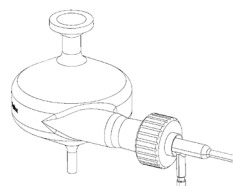

Figure 2. Installation du nébuliseur
- 2 Insérez complètement le nébuliseur dans l'adaptateur à contrôle de couple et fixez-le en place en tournant doucement l'adaptateur de nébuliseur dans le sens horaire jusqu'à ce que vous entendiez un « clic » (fig. 2).
- 2 Inserire completamente il nebulizzatore nell'adattatore a controllo di torsione e fissarlo in posizione ruotando delicatamente in senso orario l'adattatore per nebulizzatore fino a sentire uno scatto (Fig. 2).